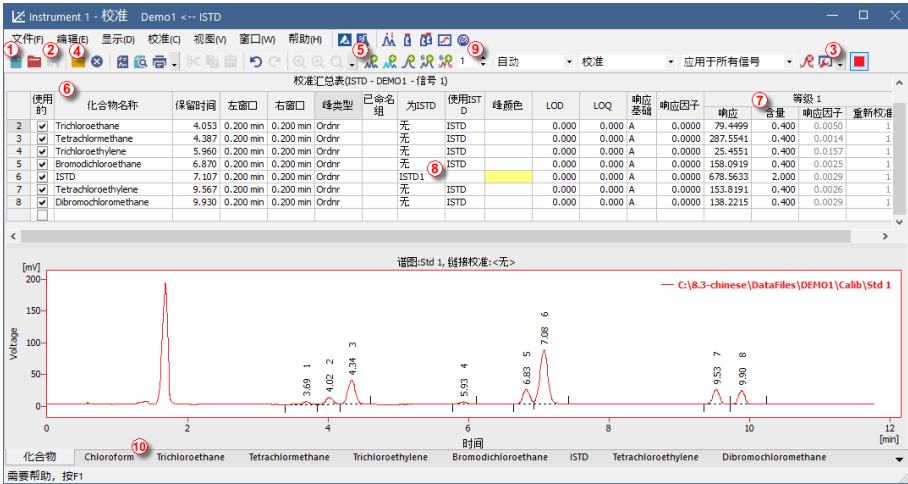

图13 校准窗口-打开标准
点击增加所有图标(蓝色)⑤,将所有已定义的色谱峰添加至校准表。校准窗口中的校准汇总表将按第20页第图13.显示。在校准汇总表中会发现每个峰都是用它们的保留时间来定义。按照第20页第图13.所示填写化合物名称列⑥。可以给特殊的峰设置颜色,示例中ISTD(内标物)峰在峰颜色列被设置成黄色。根据对应的化合物浓度填写含量列⑦的数值。在本混合标准品中,除了第六个色谱峰,其余化合物的含量都是0.4。第六个峰被标记为ISTD峰。在为ISTD列更改该化合物的类型为ISTD1⑧,并在含量列将数值修改为2。校准的第一个级别已建立结束。在下面的对应各个化合物页签⑩(根据化合物名称定义)点击开可以查看对应化合物的单级校准曲线。接下来设置其他的校准级别。操作非常简单直接-再次点击打开标准图标(黄色)④,打开另一个标准品数据STD2.PRM。在当前等级栏⑨将校准级别设置成2并点击添加所有峰图标(蓝色)⑤。将所有色谱峰的含量设置成1.0(除去峰6,它将继续使用2这个数值)。使用STD3.PRM的数据文件作为第三个校准级别的数据,含量设置为3.0;使用STD4.PRM的数据文件作为第四个校准级别的数据,含量设置为5.0;每个级别中ISTD的含量都保持2不变。可以在对应各化合物页签⑩中查看四点的校准曲线。点击保存校准图标来保存校准文件;校准文件被保存在默认路径下。